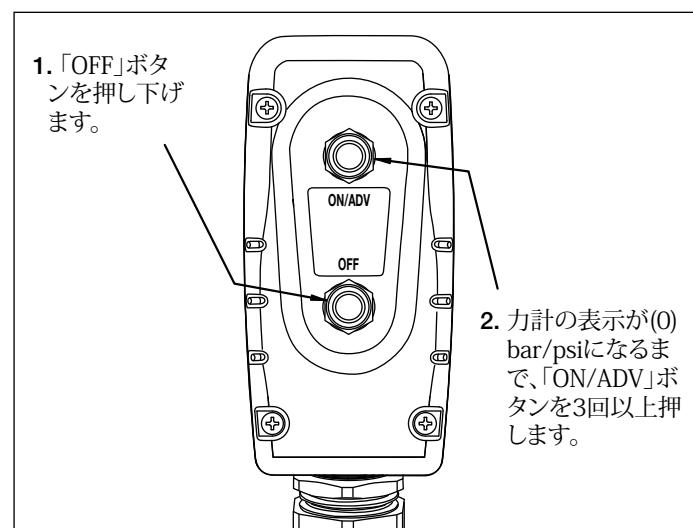

図7 除圧(ペンドントボタン使用)。
- 「OFF」ボタンを押し下げます。図7を参照してください。